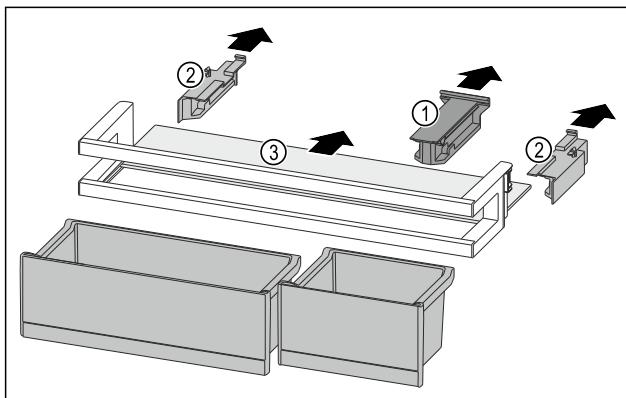

Fig. 117
- Halteteil Fig. 117 (1) abziehen.
- Seitenteile Fig. 117 (2) abziehen.
- Abstellfläche Fig. 117 (3) entnehmen.